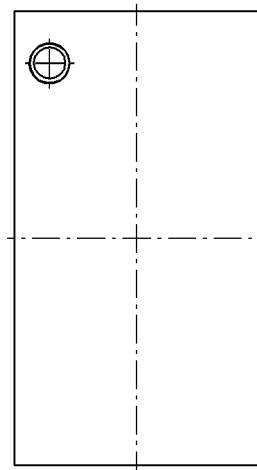

Рис. 51.79.
4. Завершите работу команды **Окружность** и удалите вспомогательные построения (рис. 51.79).